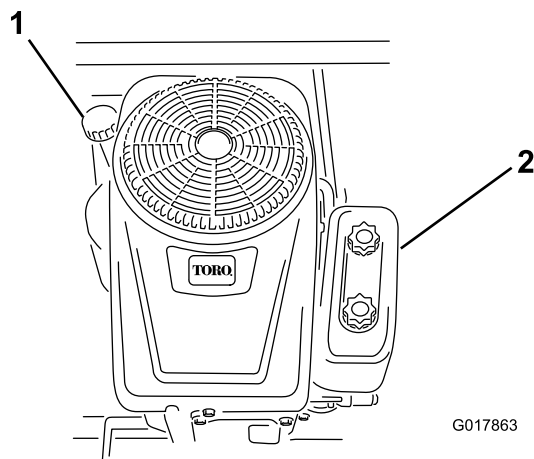

Figure 30
4. Nettoyez la surface autour de la jauge d'huile (Figure 30) pour éviter que des impuretés ne s'introduisent dans le goulot de remplissage, ce qui risquerait d'endommager le moteur.